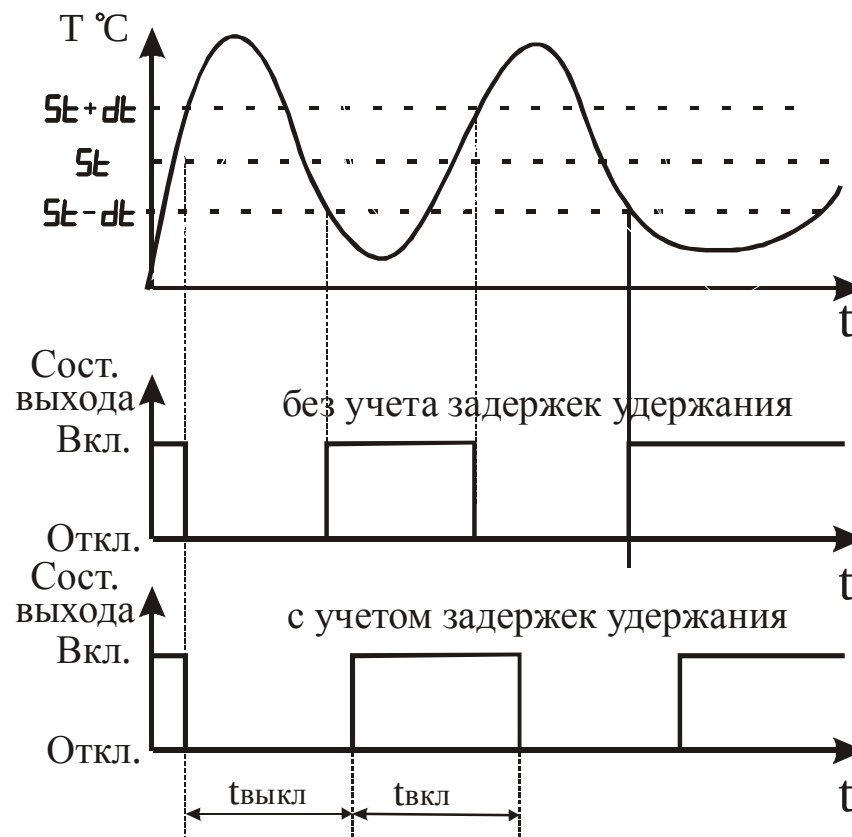

Рисунок 3.19 – Влияние параметров “Удержание замкнутым выходного устройства” и “Удержание разомкнутым выходного устройства” на состояние выходного устройства
3.3.3.11 Параметры “Удержание замкнутым выходного устройства” и “Удержание разомкнутым выходного устройства” задают минимальное время удержания выходного устройства в замкнутом и разомкнутом состоянии. Прибор удерживает выходное устройство в соответствующем состоянии в течение заданного времени, если даже по логике работы прибора должно произойти переключение (см. рисунок 3.19).